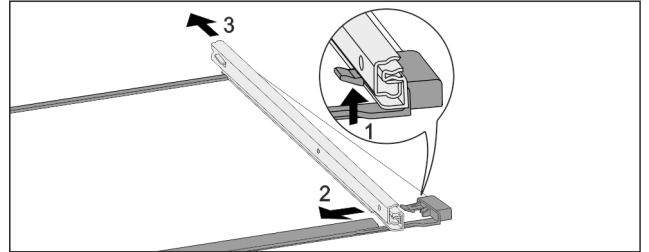

Fig. 133 Staklena ploča s vodilicama
- ▶ Prednji uskočnik pritisnite prema gore. Fig. 133 (1)
- ▶ Izvlačnu vodilicu povucite u stranu Fig. 133 (2) i prema natrag Fig. 133 (3).